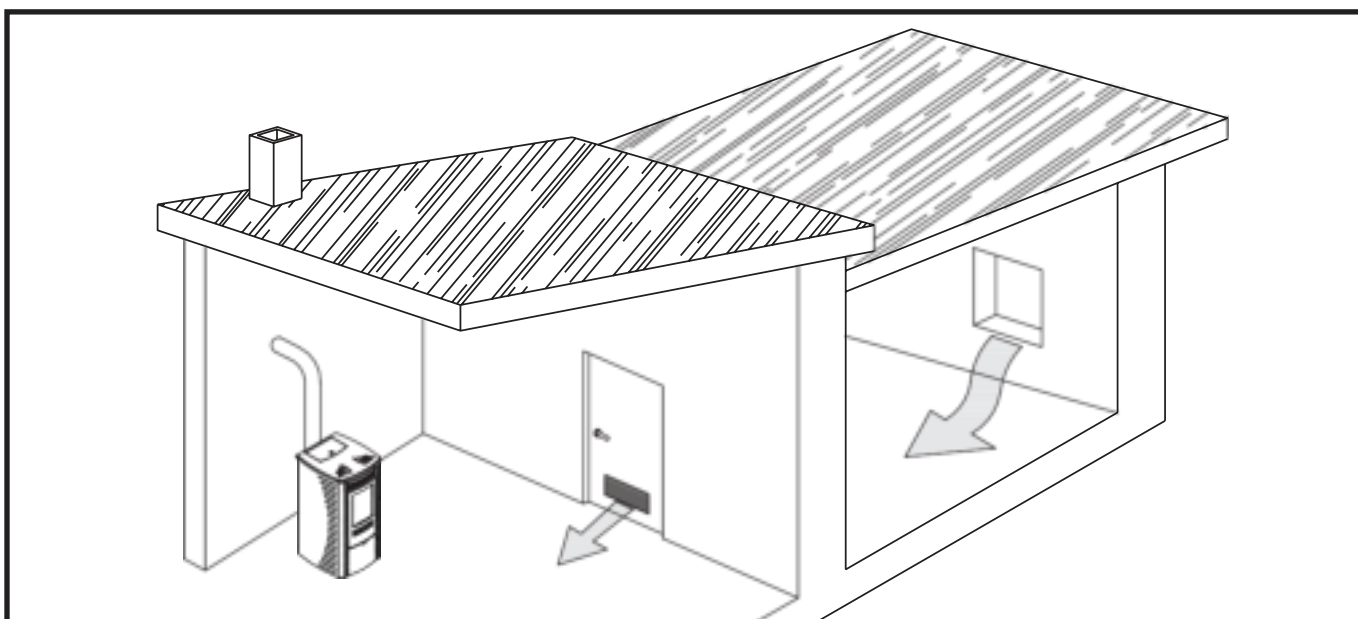

FIG. 6
- De toevoer van lucht kan ook worden verkregen vanuit een ruimte die grenst aan die van de installatie, op voorwaarde dat de stroming vrij kan plaatsvinden door permanente communicatieopeningen met de buitenwereld (fig. 6).